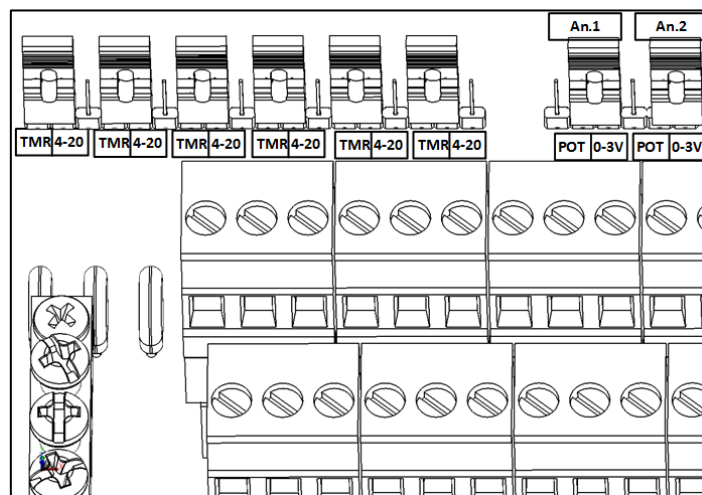

Figura 26: Jumpers segundo sensor de umidade Humidity Sensor Jumpers
2. Coloque o jumper correspondente à porta de entrada analógica em 0 - 3V (Figura 26).